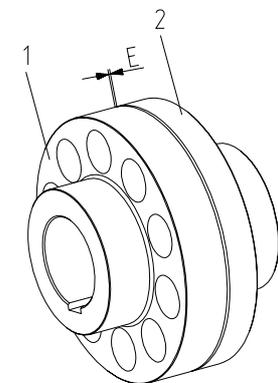

Figura 15
- Desplace los elementos de transmission hasta alcanzar la medida E (ver figura 15).